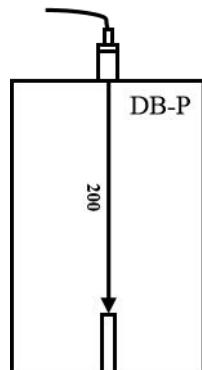

图 4.5 灵敏度余量校验的探测区域
- 1) 将直探头放置在 DB-P 试块上中心位置处，如图 4.5 所示，移动直探头找到平底孔的最高回波，按住探头并保持不动；
- 1) 将直探头放置在 DB-P 试块上中心位置处, 如图 4.5 所示, 移动直探头找到平底孔的最高回波, 按住探头并保持不动;
- 1) 将直探头放置在 DB-P 试块上中心位置处, 如图 4.5 所示, 移动直探头找到大平底的最高回波, 按住探头并保持不动;